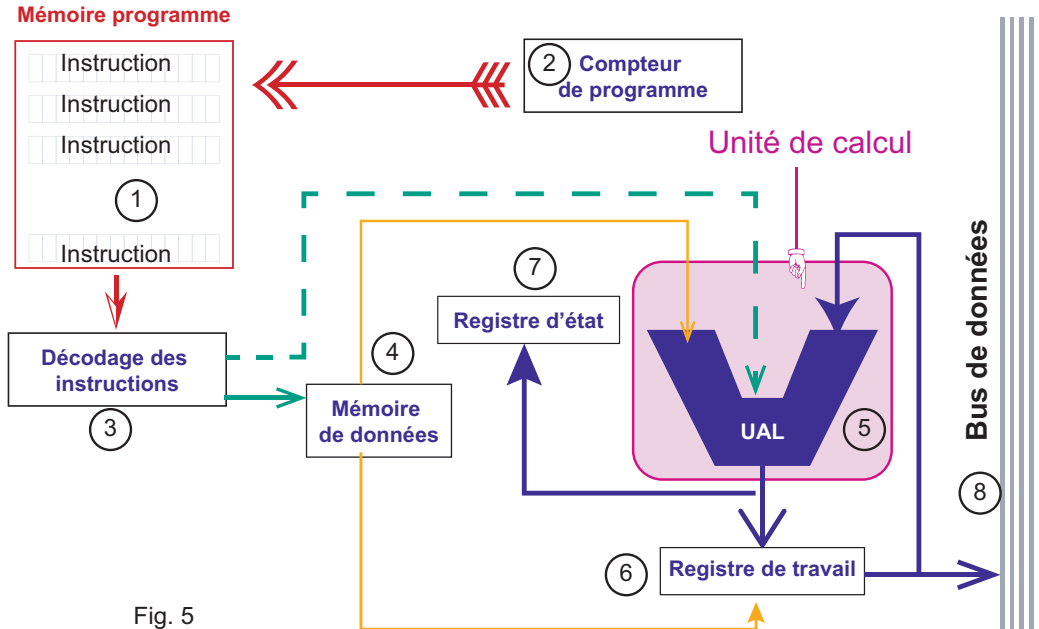

Fig. 5
- Le schéma (figure 5) comporte des éléments intégrés dans les microcontrôleurs du type PIC. Ces éléments participent à l'exécution des instructions d'un programme stocké dans la mémoire programme (1).
- a- Donner, dans l'ordre, les repères des éléments (figure 5) qui participent à l'exécution d'une instruction de calcul d'arithmétique.